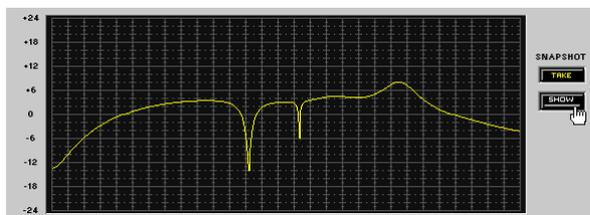

FIGURA 5-4: Ocultado de la imagen instantánea
4. Haga clic en el botón [SHOW] nuevamente para ocultar o mostrar la imagen instantánea, como se ilustra a la derecha en la Figura 5-4.